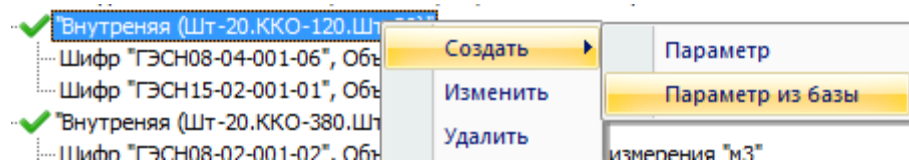

Рис. 4.4 Добавление данных из базы для элемента
1. Нажать правой кнопкой мыши по позиции (рис. 4.4);